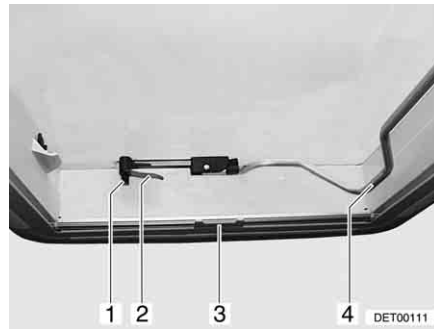
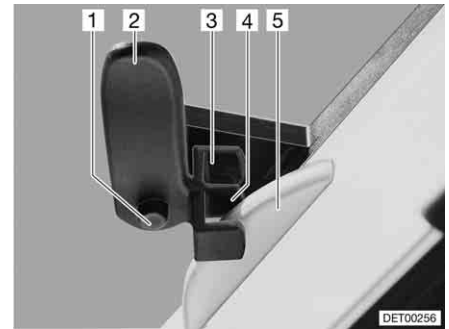

Bild 57 Heki-Dachhaube, geschlossen
Bild 58 Heki-Dachhaube in Lüftungsstellung 1
- Sicherungsknopf (Bild 57,1) drücken und Verriegelungshebel (Bild 57,2) eine viertel Umdrehung nach innen drehen.
- Bügel (Bild 57,4) nach unten aus der Arretierung ziehen.
- Verriegelungshebel (Bild 57,2 und Bild 58,2) eine viertel Umdrehung drehen. Die Nase der Dachverriegelung (Bild 58,5) muss dabei in die obere Verriegelungsgabel (Bild 58,3) eingreifen.
- Sicherungsknopf (Bild 58,1) drücken und Verriegelungshebel (Bild 58,2) zurückdrehen. Die Nase der Dachverriegelung (Bild 58,5) muss dabei in die untere Verriegelungsgabel (Bild 58,4) eingreifen.